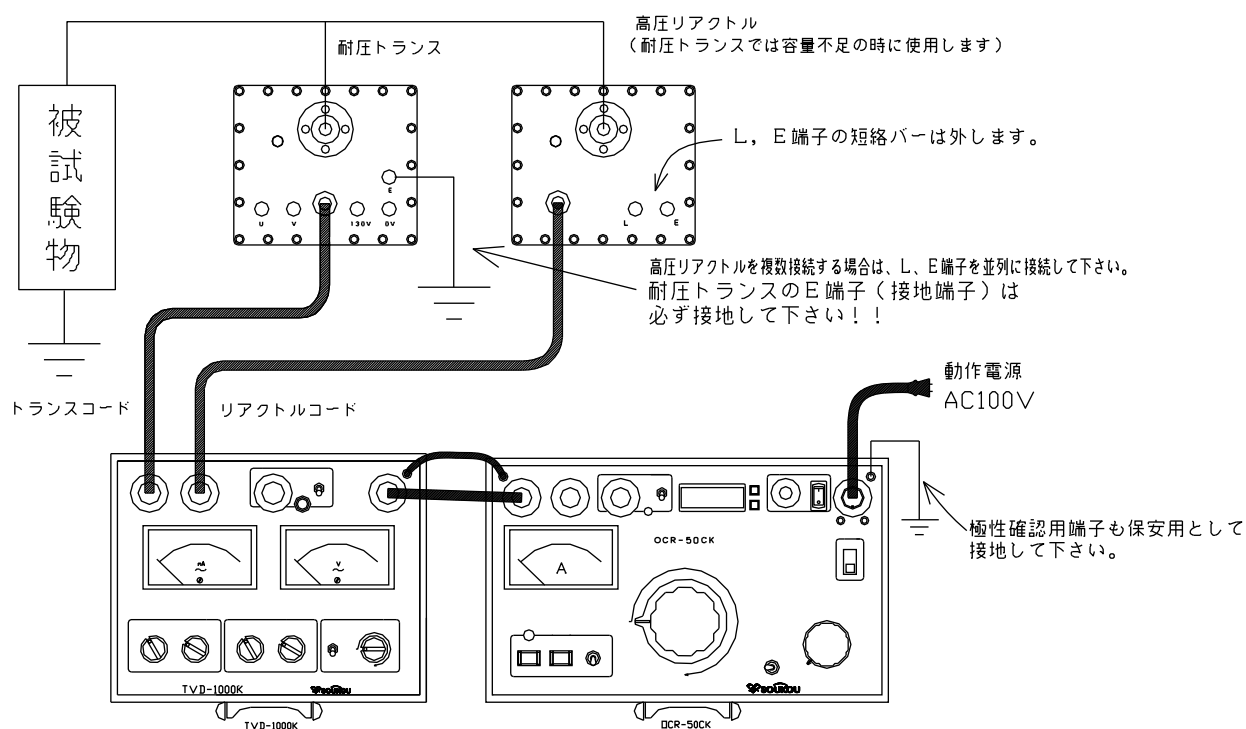

図5：試験回路図
3. 以上のような点に注意し、試験回路を構成します。(図5)